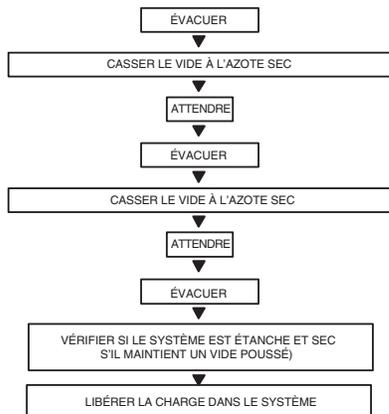

Fig. 21 – Méthode de triple évacuation
La méthode d'évacuation triple doit être utilisée lorsque la pompe à vide ne peut appliquer qu'un vide de 500 microns et que le système ne contient pas d'eau liquide. Consultez la figure 21 et procédez comme suit :
5. Répétez cette procédure comme indiqué à la figure 21. Le système sera ensuite exempt de contaminants et de vapeur d'eau.